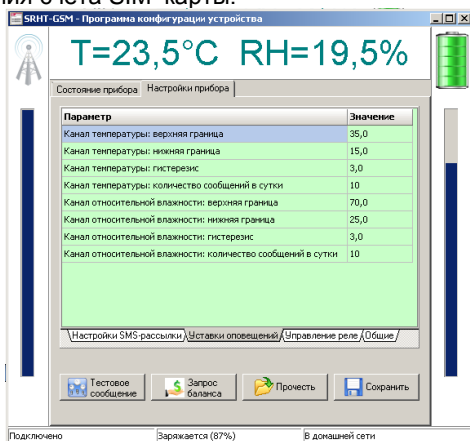

Рисунок 4
6.2.8 На подзакладке «Уставки оповещений» (рисунок 4) выполняется настройка порогов срабатывания сигнальных сообщений, а также допустимое количество сообщений в сутки. Здесь же можно отследить количество уже отправленных сообщений (после нажатия кнопки «Прочсть», показания счетчиков обновляются). В случае сохранения настроек (кнопка «Сохранить»), счетчики сбрасываются.